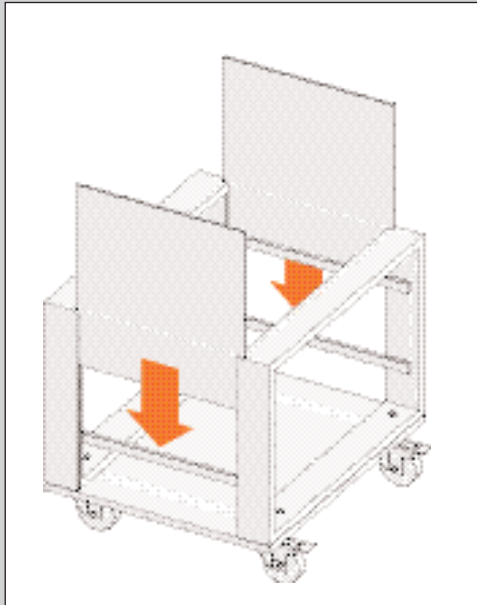

ABBILDUNG 10
4. Schieben Sie die Seitenwände in den Schubladenblock (siehe Abb. 10).